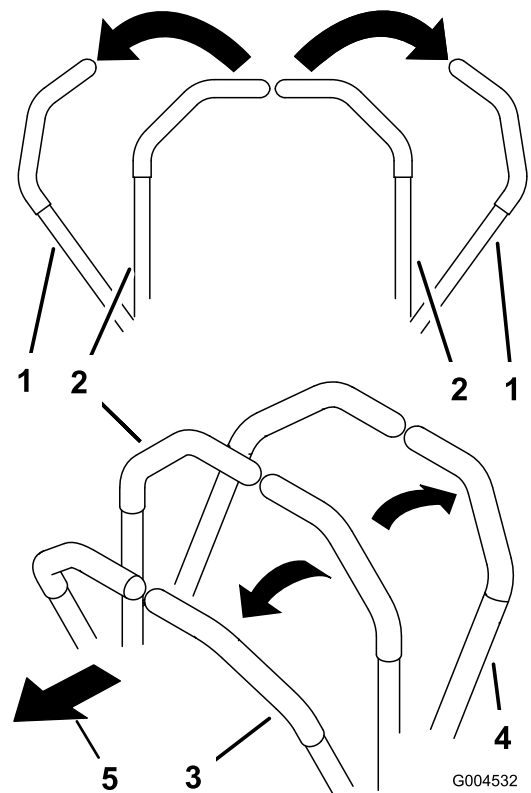

Figura 22
1. Mueva las palancas de control a la posición de bloqueo/punto muerto (Figura 22).